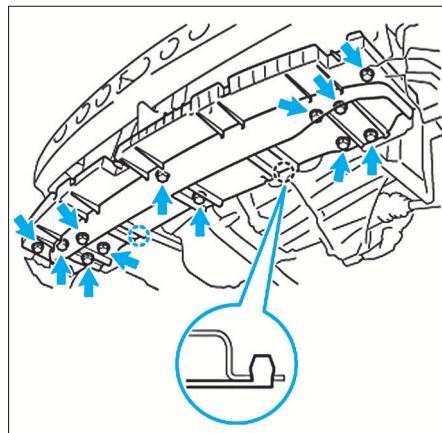

FIG. 32
- Déposer la protection de bouclier inférieur de bouclier AV (Fig.32).